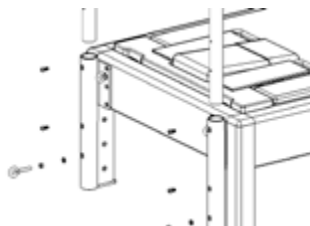

Figure 14
1. Rimuovere i tubi della Tower con la barra push-through dallo scatolo. Non tagliare la fascetta che unisce la barra push-through e i tubi, altrimenti la prima potrebbe oscillare quando viene sollevata colpire qualcuno. Sul lato esterno dei due tubi verticali sono presenti (2) fori filettati, che saranno rivolti verso il lato opposto al macchinario una volta installati.
2. Inserire i tubi nelle due staffe della Tower dal lato della testa del macchinario, assicurandosi che i fori filettati guardino verso la persona che compie l'installazione. Essi scenderanno fino a toccare a terra (vedere fig. 14).
3. Utilizzare le (4) viti lunghe fornite da 1/4"-20 x 5/8" per fissare i tubi alle staffe. Potrebbe essere necessario sollevare leggermente il tubo per allinearli con i fori. Iniziare ad avvitare a mano tutte le viti prima di stringerle completamente. Utilizzare la chiave a brugola 5/32" per stringere tutte e (4) le viti nelle staffe. Una volta terminata questa operazione, rimuovere la fascetta e l'imballaggio dalla barra push-through. Installare la vite lunga ad anello 2-1/2" con un bullone e una rondella di sicurezza contro il tubo nel foro inferiore delle staffe. Assicurarsi che la vite ad anello sia allineata verticalmente una volta stretta.